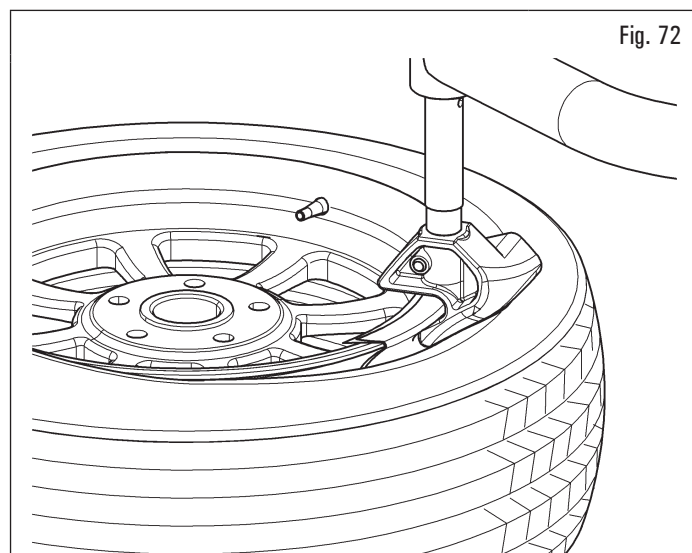
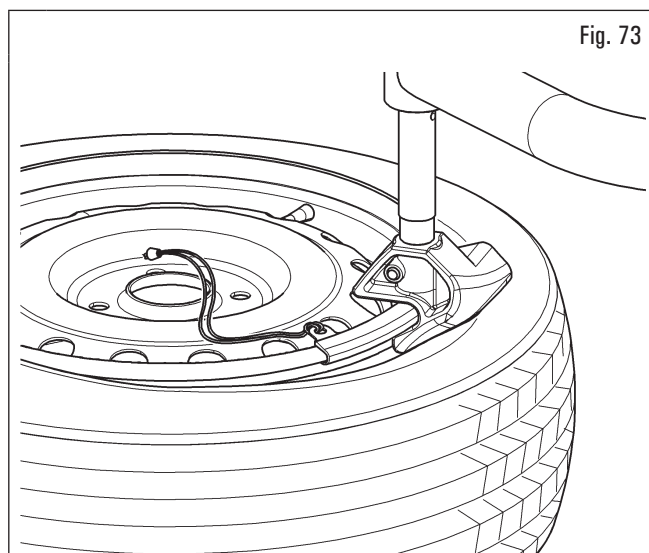

Fig. 72
Fig. 73
11. inserire l'utensile cuneo sul bordo del cerchione in corrispondenza dell'estremità destra della pellicola di protezione tallone (Fig. 72) o della protezione parabordo (Fig. 73) applicati al bordo del cerchione;